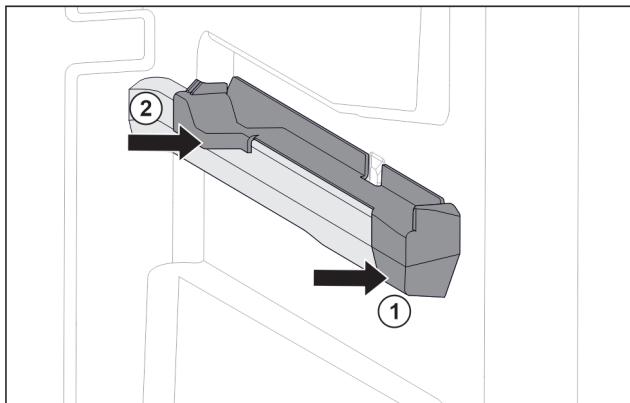

Fig. 94 Elemento inseribile sulla nervatura destra del contenitore
- Posizionare l'elemento inseribile sulla parte anteriore della nervatura del contenitore. Fig. 94 (1)
- Premere l'elemento inseribile sulla parte posteriore. Fig. 94 (2)